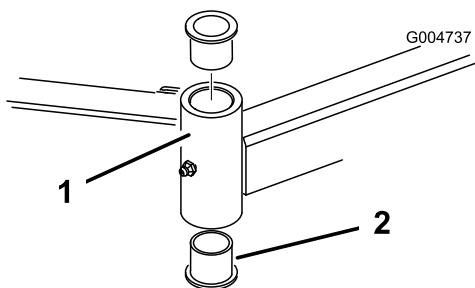

Рисунок 122
4. Вставьте пробойник сверху или снизу монтажной трубы и выбейте втулку из трубы (Рисунок 122).